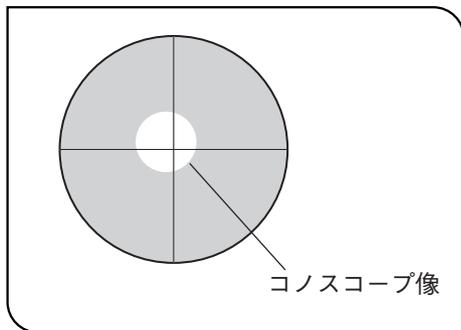

図 26
- 6) 光軸調整時には、コノスコープ像を明るく見易くするため、クロスニコル状態より、アナライザを多少回転させます。(図26)